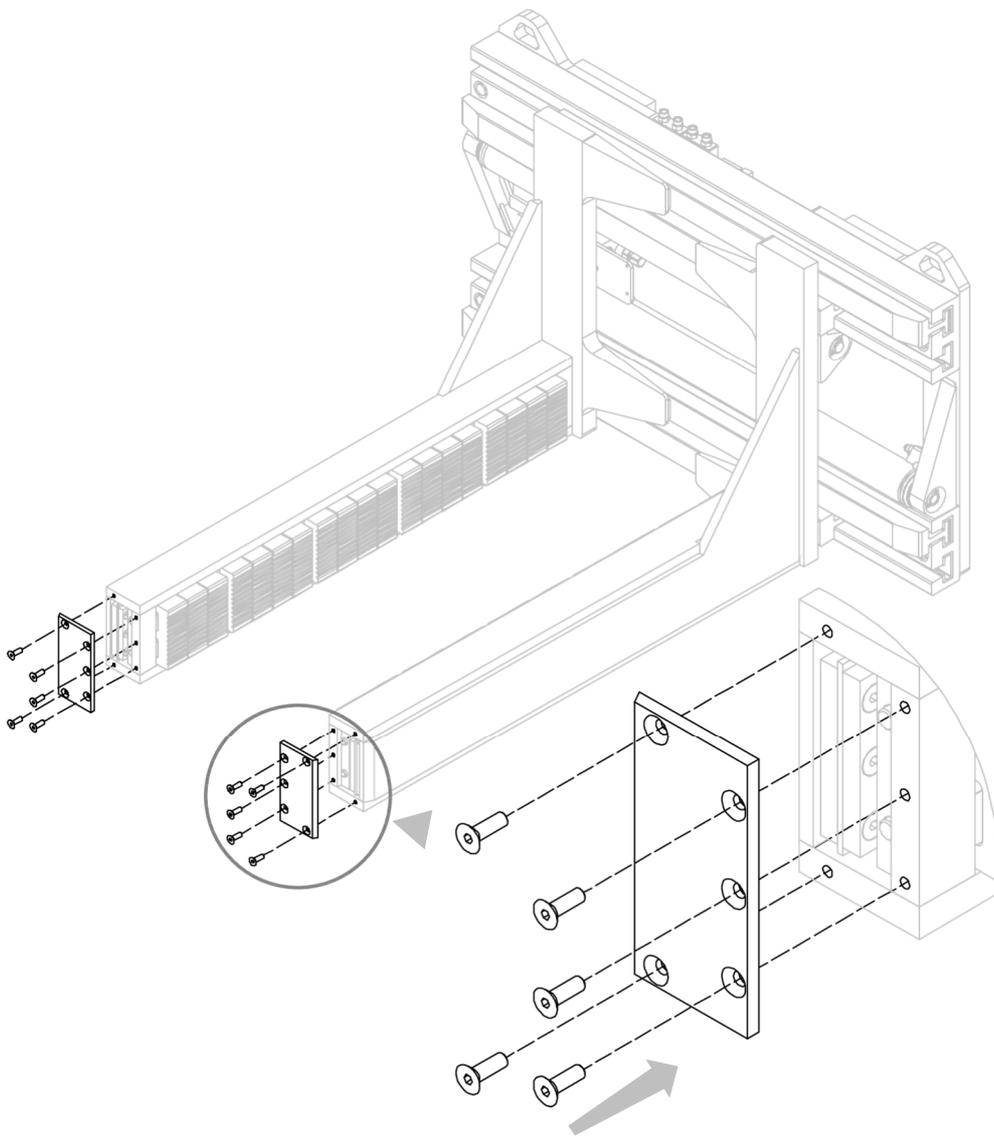

Figure 19
2. Monter les couvercles à l'aide des vis prévues à cet effet (voir *Figure 19*).